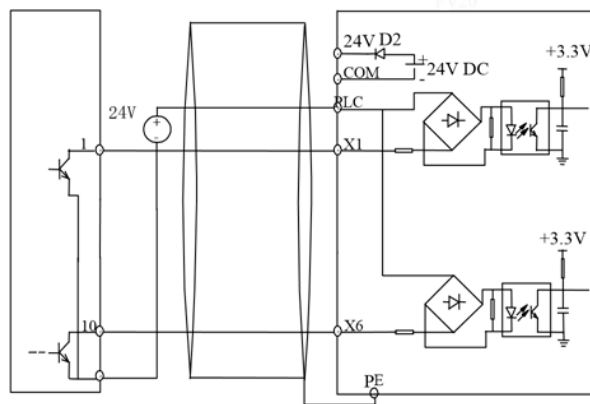

Рис. 3-10 Использование внешнего источника питания для ключей NPN
- Используйте внутренний источник питания 24 В и внешний контроллер, используя транзистор PNP с общими эмиттерами, как показано на рис. 3-10 (убедитесь, что клеммы PLC и 24 В разъединены).